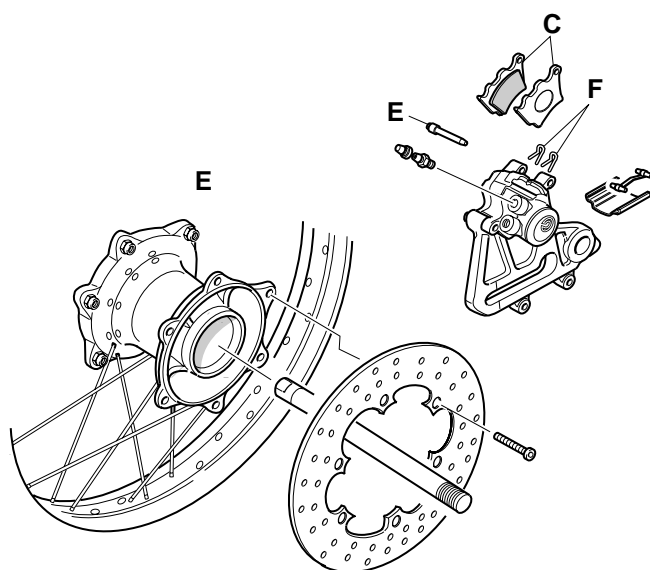

Fig. 35
3. Per raggiungere le pastiglie dei freni, si smonta dapprima la ruota posteriore, vedi capitolo "Ruota posteriore". Separare poi le pastiglie "C" (Fig.35) il più possibile l'una dall'altra. Togliere la copiglia "F" e filare il pernetto "E"(Fig.35). Montare quelle nuove. Fare attenzione affinché il montaggio sia corretto. Controllare il funzionamento del freno con la ruota montata, facendo girare la ruota stessa. Per raggiungere la massima efficienza di frenatura si consiglia di seguire un periodo di rodaggio per le pastiglie.
3. To change the brake pads, first remove the rear wheel as described in the section entitled "Rear wheel". Then begin by separating the pads "C" (Fig.35) as far apart as possible. Remove the splits "F" and the pin "E": fit new pads. Take care to fit the pads correctly. After fitting the wheel, spin it to check the performance of the brake. For best possible brake performance, the pads should be run in gently and carefully.
3. Zum Aus-/Einbau der Bremsbeläge muß das Hinterrad ausgebaut werden, s.Abschn."Hinterrad". Danach zuerst die beiden Bremsbeläge "C" (Fig.35) möglichst weit auseinanderdrücken. Die Kranz "F" und die Bremsbolzen "E" herausnehmen. Beim Einbau der Beläge auf vorschriftsmäßigen Sitz achten. Die Funktion der Hinter radbremse bei eingebautem Rad kontrollieren - das Rad muß sich leicht und frei drehen. Um beste Bremswirkung zu erzielen, sollten neue Bremsbeläge vorsichtig und ohne Gewaltbremsungen eingefahren werden.
3. Pour le remplacement des plaquettes, déposez la roue arrière selon le chapitre "Roue arrière". Ecartez autant que possible les plaquettes "C" (Fig.35) l'une de l'autre. Enlevez les goupilles "F" et le petit pivot "E", puis mettez en place des neuves. Veillez à les installer correctement. Vérifiez le fonctionnement du frein en faisant tourner la roue. Pour la meilleure force de freinage, il convient de roder les garnitures avec la plus grande prudence.